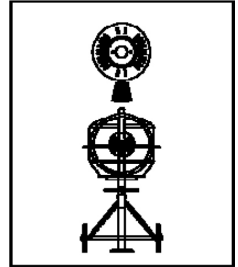

Fig.15
- Stockez et transportez l'appareil dans la position décrite à la Fig.15.